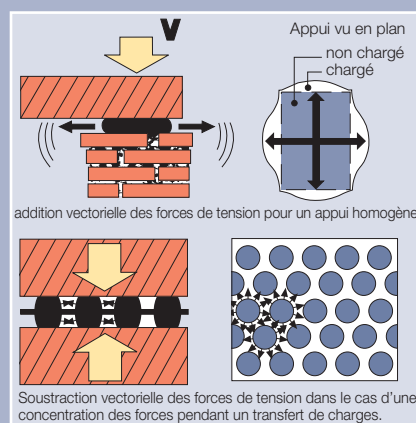

Figure 2: Effet des forces de tension
- Les forces de tension transversales ne se produisent pas dans les éléments de structure adjacents mais s'annulent vectoriellement mutuellement grâce à l'action des composants élémentaires de l'appui (Figure 2).